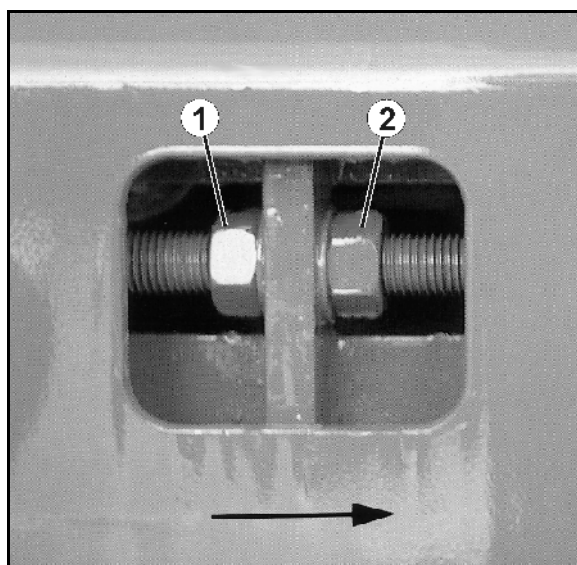

Fig. 78
1. Set i bevægelsesretningen (se pil) løsnes i begge sider de bageste kontramøtrikker (Fig. 78/1) ved at dreje til venstre.
2. Set i bevægelsesretningen (se pil) drejes begge møtrikker (Fig. 78/2) lige langt mod venstre.
Justeringsvejen for møtrikken (Fig. 78/2) skal være lige stor på begge sider af båndbunden. Begge møtrikker (Fig. 78/2) må ikke drejes mere end $\frac{1}{2}$ nøgleomdrejning. Stram kontramøtrikkerne og kontrollér, om transportbåndet igen drives ensartet.